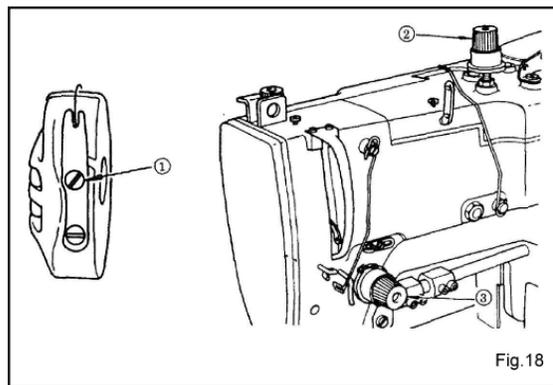

Fig.18
28. TENSÃO DA LINHA (FIG. 18 E 19)